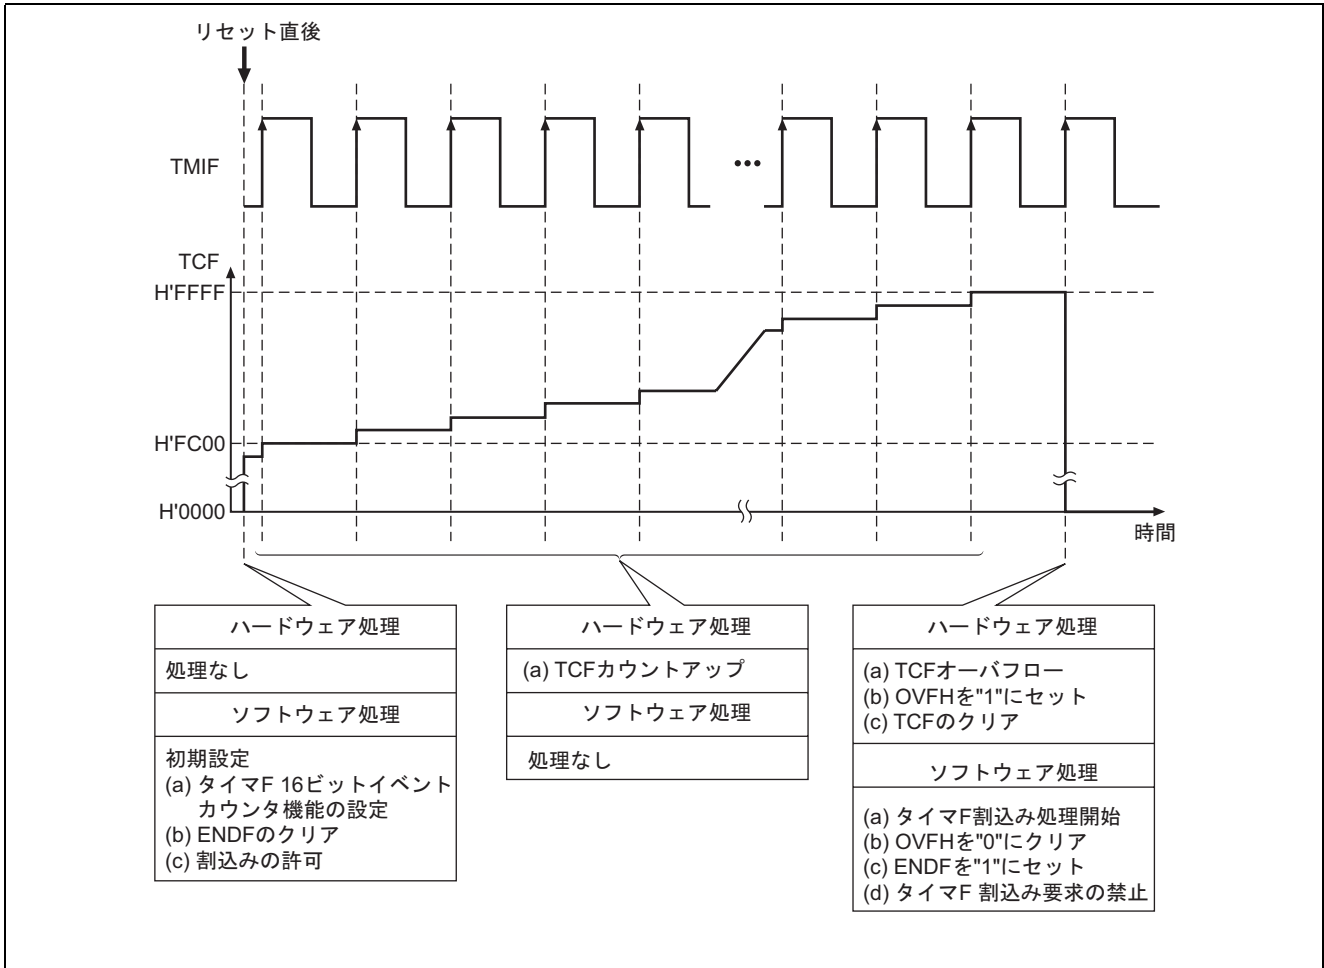

図2 タイマ F 16 ビットイベントカウンタ機能による入力パルス数の測定動作説明
(1) 図2に動作説明を示します。図2に示すようなハードウェア処理, およびソフトウェア処理によりタイマ F 16 ビットイベントカウンタ機能による入力パルス数の測定を行ないます。